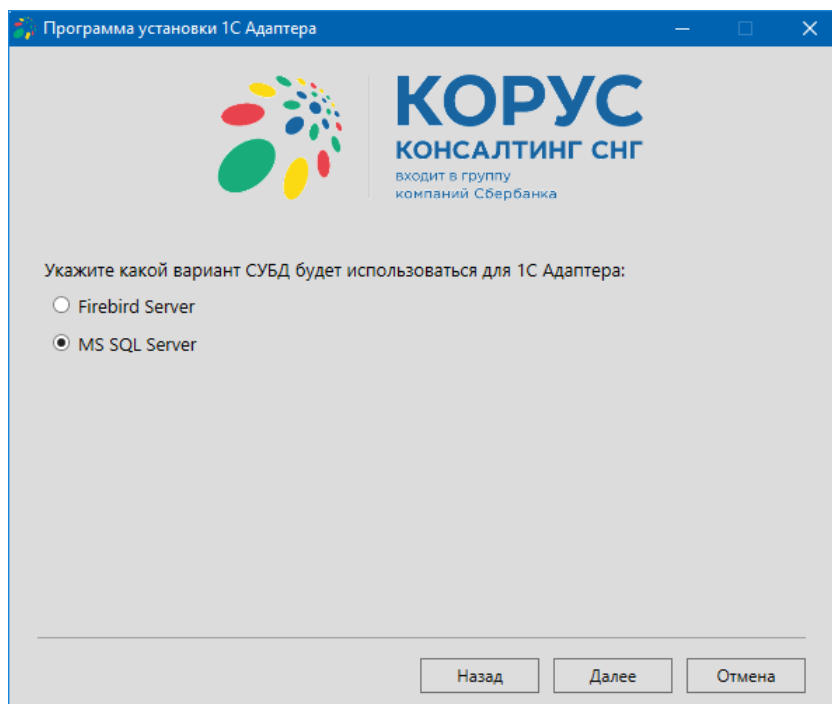
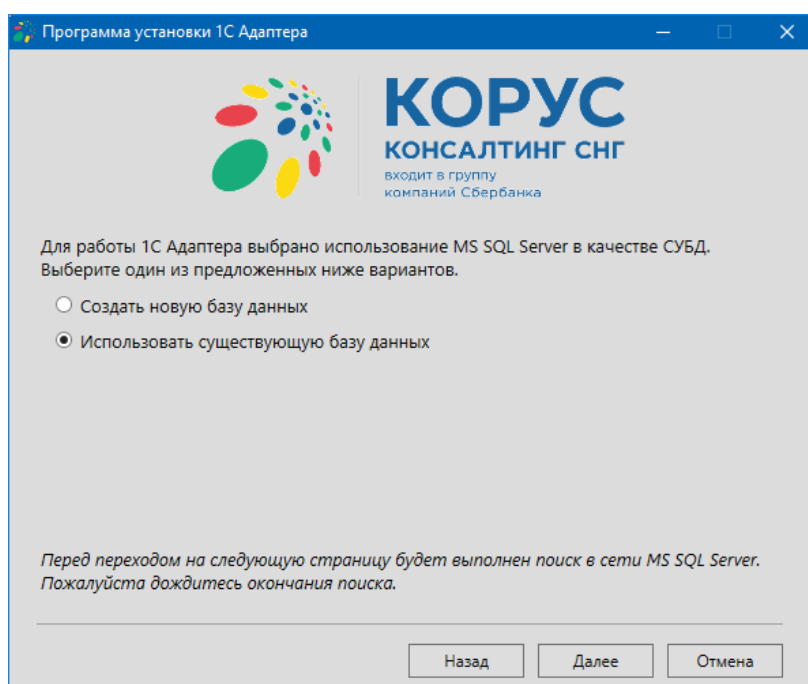

Рисунок 22 – Выбор варианта СУБД для адаптера «SQL Server»
Рисунок 29 – Выбор существующей базы данных
8.2. Рассмотрим вариант, когда при установке адаптера выбирается вариант использования СУБД «MS SQL Server» (рис. 22).
8.2.2. Рассмотрим пример, когда выбирается вариант использования СУБД «MS SQL Server» 8.2. Рассмотрим вариант, когда при установке адаптера выбирается вариант использования СУБД «MS SQL Server» (рис. 22) и далее выбран вариант использования существующей базы данных (рис. 29).